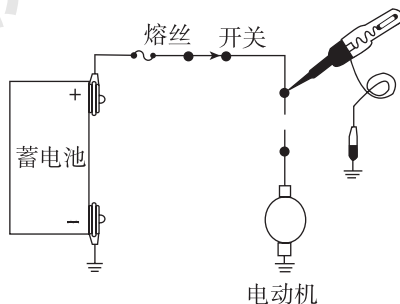

图 2-11
4. 图 2-11 中的插接器发生断路时,蓄电池的 12 伏电压加到电路上: